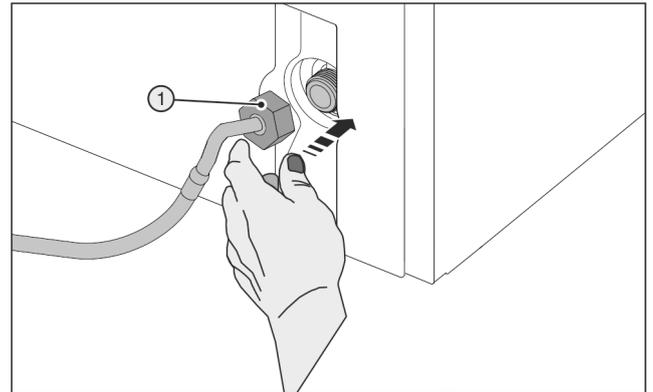

Fig. 29
- ▶ Mutter Fig. 29 (1) vorsichtig ansetzen und mit zwei Fingern gerade auf Gewinde schrauben, bis ein sicherer, fester Sitz erreicht ist.
- ▶ Hilfswerkzeug (5) ausschließlich bei Raumtemperatur verwenden.
- ▶ Mutter Fig. 29 (1) mit Hilfswerkzeug (5) im Uhrzeigersinn festziehen bis maximales Drehmoment erreicht ist und Hilfswerkzeug (5) überdreht.